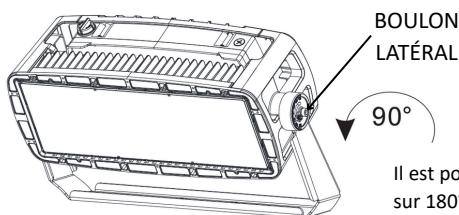

Fig. 3
- Si le luminaire n'a pas l'orientation verticale désirée, desserrer le boulon de chaque côté du support à l'aide d'une clé Allen M10. Vous pouvez alors tourner le luminaire sur 90° dans chaque direction. Serrer les boulons à 30 Nm (22,2 pi/lb) pour fixer le tout (figure 3).